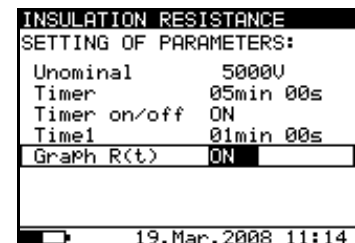

Abb. 13. Einstellmenü bei der Isolationswiderstandsmessung
- Drücken Sie die Taste **SELECT**; das Einstellmenü erscheint im Display, siehe **Abb. 13**.